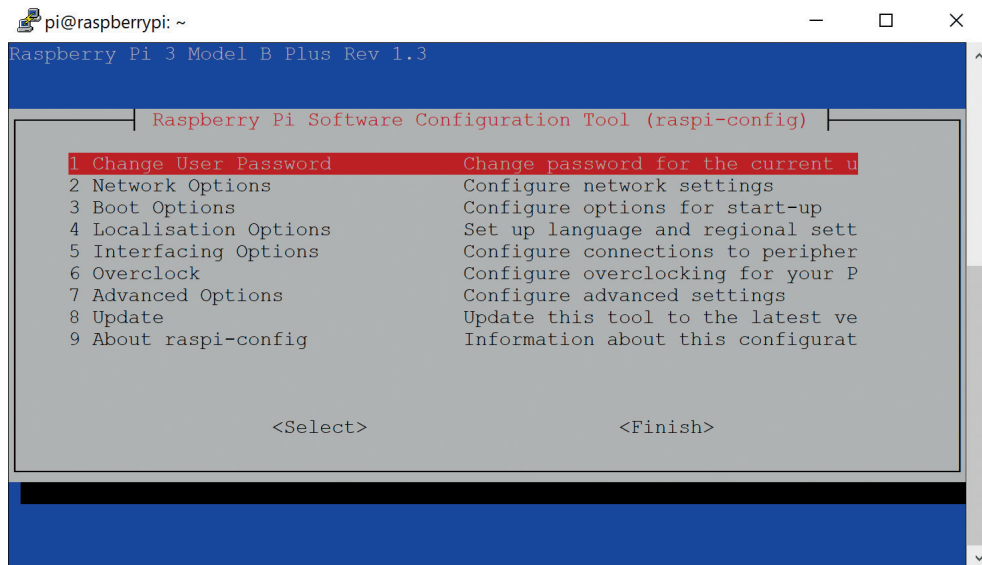

Рис. 4.8. Изменение пароля
1. В верхнем меню `raspi-config` выберите **Change User Password** (Изменить пароль пользователя) (см. рис. 4.8).